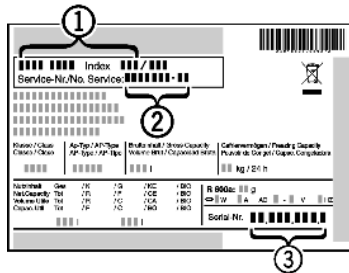

Fig. 16
- ▶ Relever la désignation de l'appareil Fig. 16 (1), le n° de service Fig. 16 (2) et le n° de série Fig. 16 (3) sur la plaquette signalétique. Cette plaquette se trouve sur la paroi intérieure gauche de l'appareil.
- ▶ Informer le S.A.V. et lui communiquer la panne, la désignation de l'appareil Fig. 16 (1), le n° de service Fig. 16 (2) et le n° de série Fig. 16 (3).